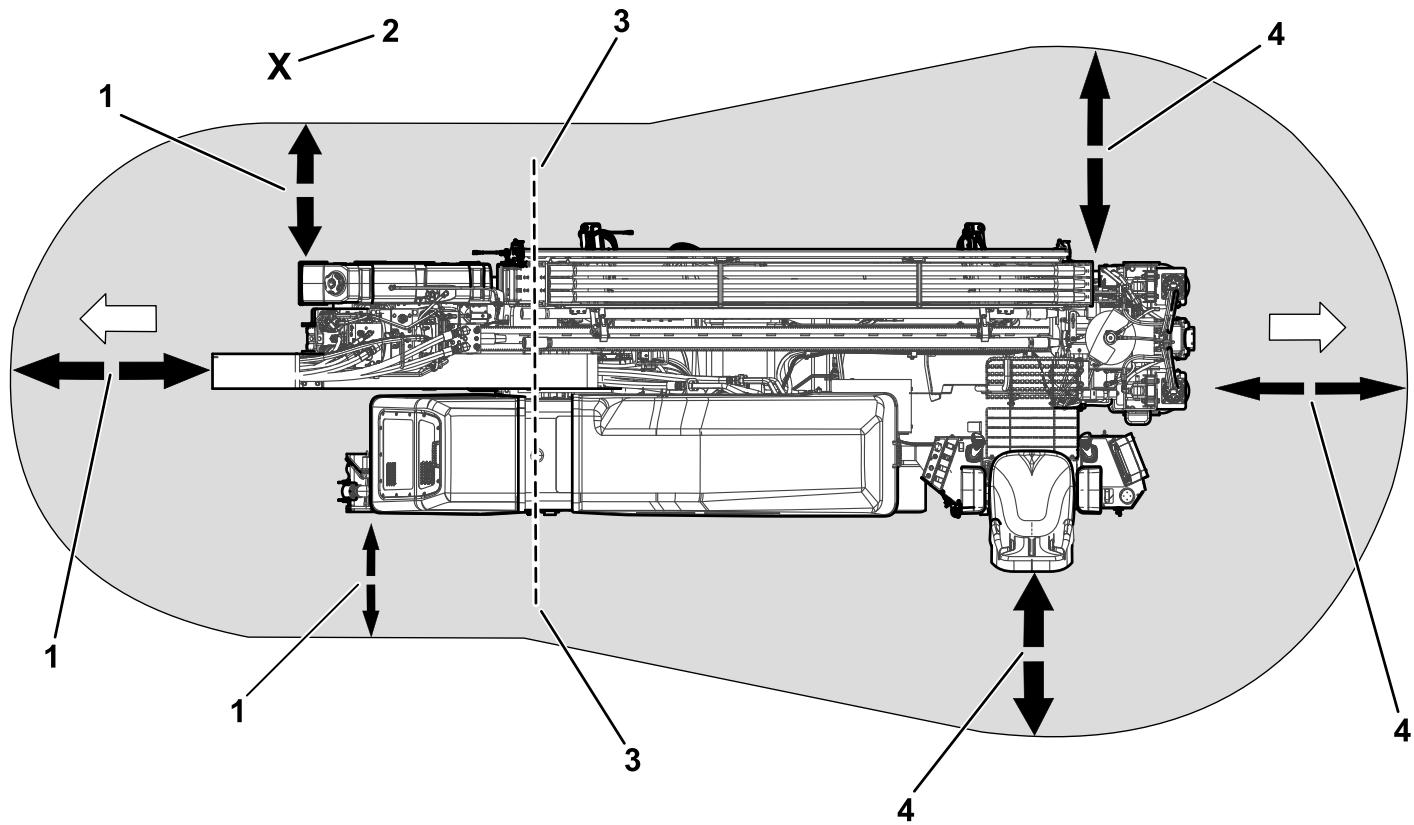

Рисунок 3
- Управляя машиной с помощью подвесного пульта управления движением, держитесь на безопасном расстоянии от опасной зоны (Рисунок 3).